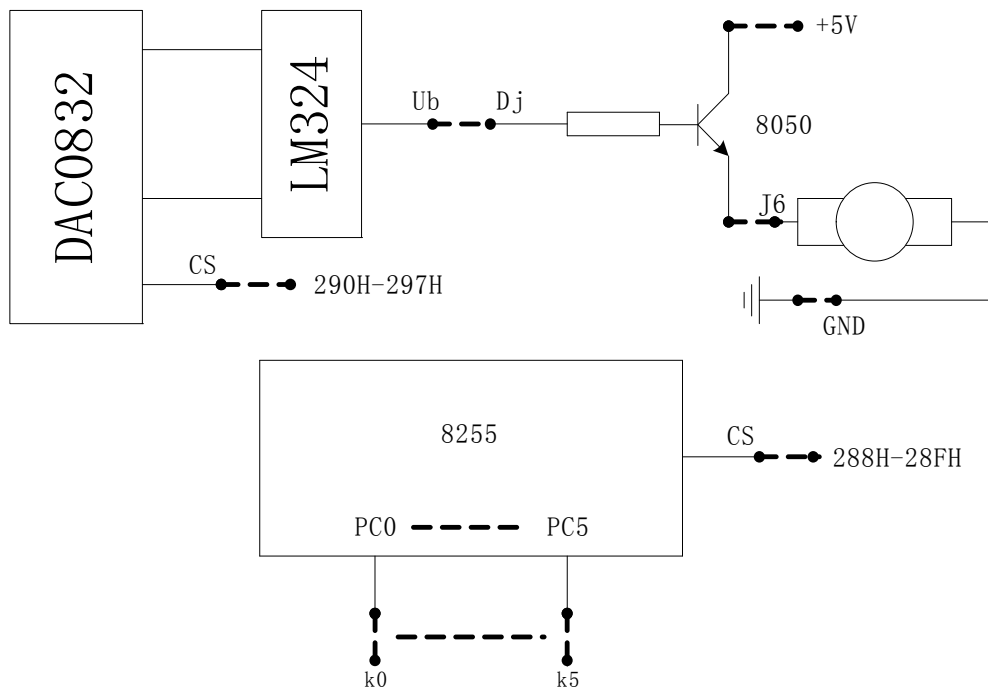

图4-20-1
- 1、按图4-20-1线路接线。DAC0832的CS接290H~297H, Ub接DJ插孔, 8255 CS接288H~28FH。